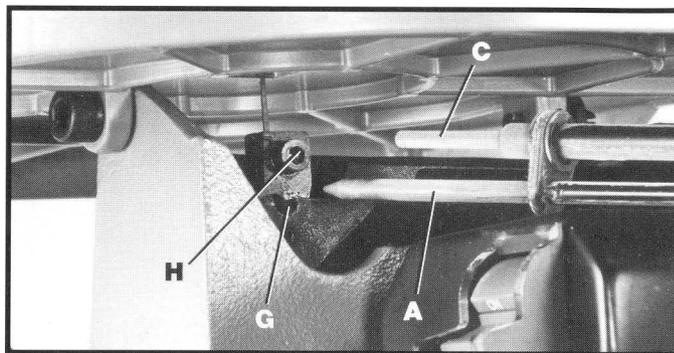

Fig. 13
6. Introduisez l'extrémité longûe de la clé de chargement rapide de la lame (A) fig. 13, dans le trou (G) du porte-lame inférieur. Ainsi la clé (C) s'aligne automatiquement avec la vis (H) du porte-lame.